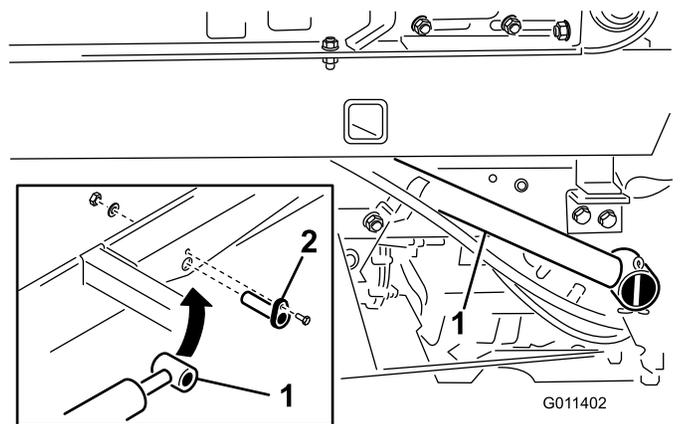

Figure 11
1. Fixez la tige de chaque vérin de levage à la base du topdresser avec un axe de vérin (Figure 11).
2. Fixez chaque axe de vérin à la base du topdresser à l'aide d'une vis (1/4" x 3/4"), d'une rondelle plate et d'un écrou (Figure 11).